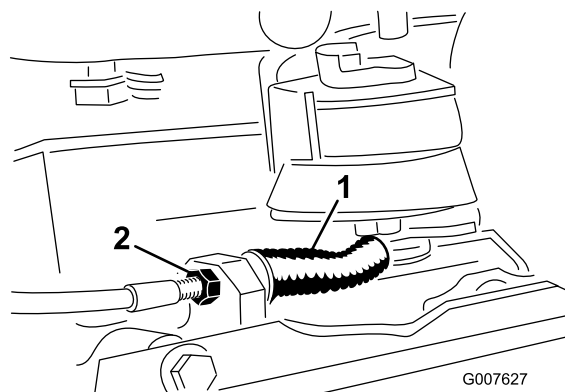

図 37
- ・ ケーブルの張りをゆるくするには、ケーブルの前ジャムナットをゆるめて後ジャムナットを締める（図 37）。必要に応じて上記ステップ1と2を繰り返して再調整する。
- ・ ケーブルの張りを強くするには、後ジャムナットをゆるめて前ジャムナットを締める（図 37）。必要に応じて上記ステップ1と2を繰り返して再調整する。